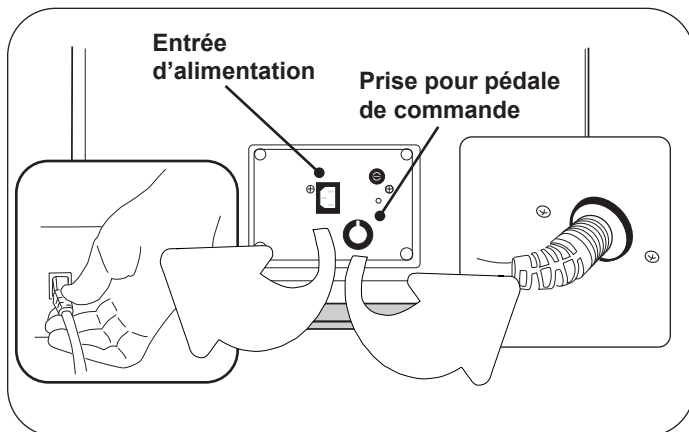

Figure 8. Branchement du cordon d'alimentation et de la pédale de commande
10. Brancher le cordon de la pédale de commande dans la prise au bas du panneau arrière (Figure 8). Veiller à bien aligner la languette de la fiche sur la rainure de la prise.
11. Brancher le cordon d'alimentation dans la prise au bas du panneau arrière (Figure 8). Brancher le cordon d'alimentation dans une prise de courant de 115 V ou 230 V en fonction de la configuration.